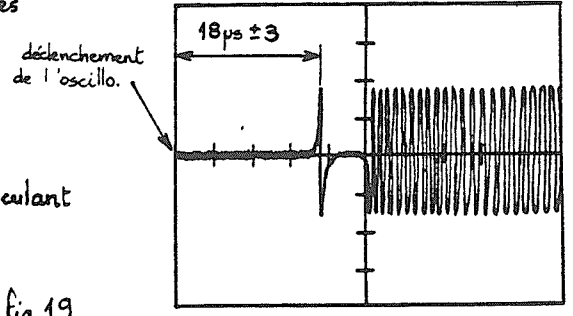

Figure 19
Si le réglage n'est pas bon, desserrer la vis de blocage de la tête supérieure (fig.18) et avancer ou reculer très légèrement la tête en glissant le bout d'un tournevis entre l'encoche prévue dans le corps de la tête et l'épaulement du chariot positionneur (fig. 18) de façon à obtenir le signal le plus symétrique possible : écart  $< 0,2$  div. (fig. 19)
- Contrôle d'alignement par rapport à l'index de la tête supérieure: le signal obtenu doit être dans les tolérances indiquées figure 19
le signal obtenu doit être dans les tolérances indiquées fig. 19